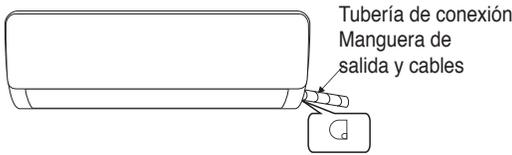

Fig.1
1. Dependiendo de la posición de la unidad, la tubería puede salir por el lado izquierdo o el lado derecho (Fig. 1), o verticalmente por la parte trasera (Fig. 2) (dependiendo de la longitud de la tubería de la unidad interior). En caso de salida lateral, debe bloquear la salida situada en el lado opuesto.